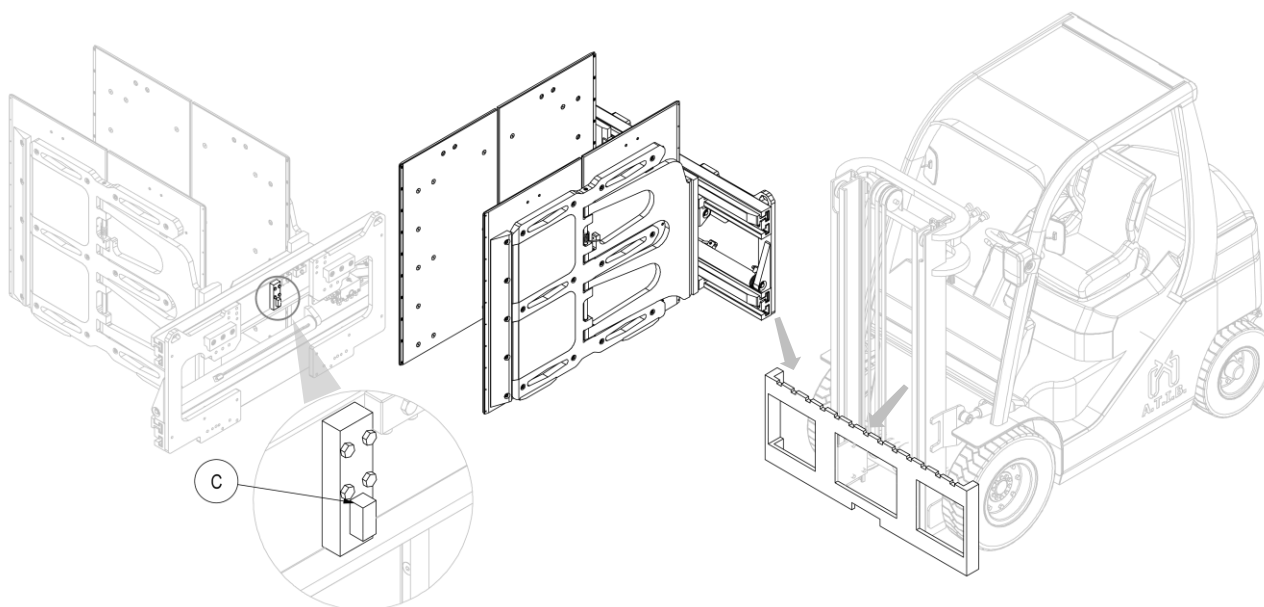

Figure 3
6. Accrocher ensuite l'équipement avec un pont roulant ou un palan de portée suffisante et le placer sur le tablier porte-fourches, en prenant soin d'insérer la dent de centrage **C** dans l'encoche centrale de celle-ci (voir *Figure 3*) et en prenant soin de le déplacer dans un endroit approprié et sûr.